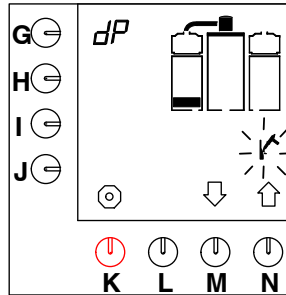

Fig. 17 Første nivå av rensprogrammet, kafetraktesystemet
- Første nivåfelt vises på displayet, og hammersymbolet blinker (fig. 17).